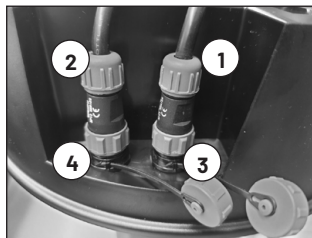

Fig. 1
1. Anslut jordningsanslutningen (13) till ett jordspett med hjälp av medföljande jordningskabel. För korrekt jordning, se tipsen i avsnitt 7.4.
2. Koppla nätadapters anslutningskabel (1) och/eller batteriets anslutningskabel (2) till enheten och skruva fast kontakten (fig. 1).